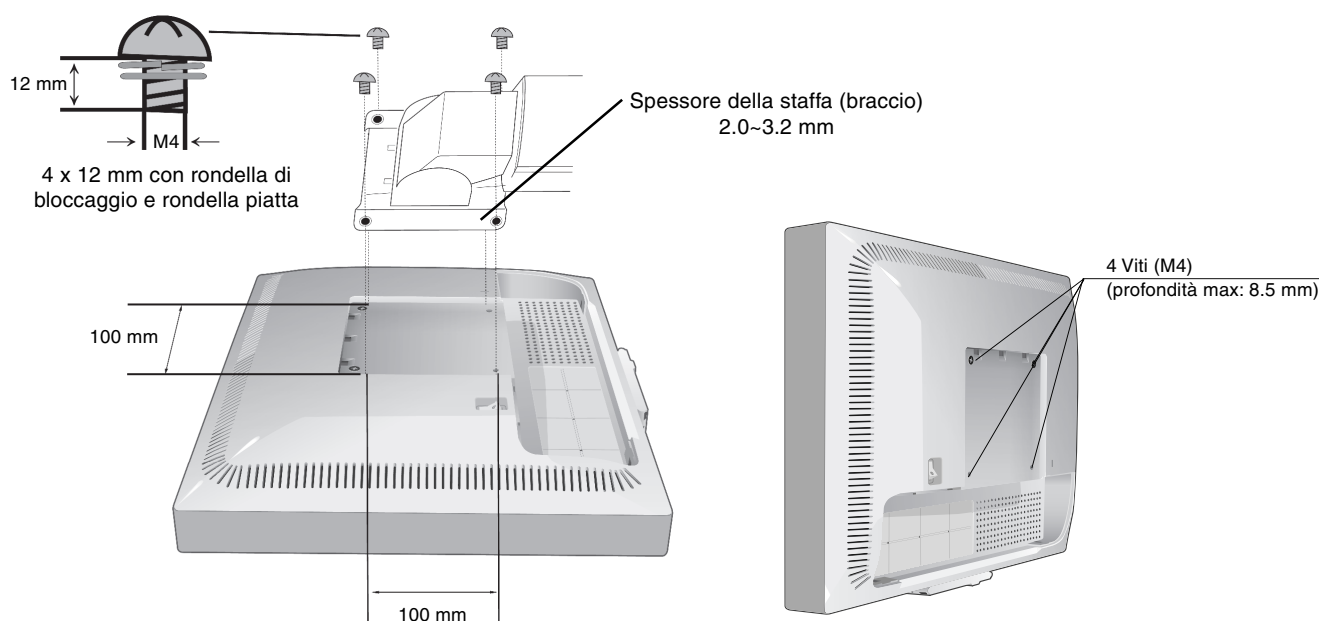

Figura F.1
2. Utilizzare le 4 viti per fissare il braccio al monitor (**figura F.1**).